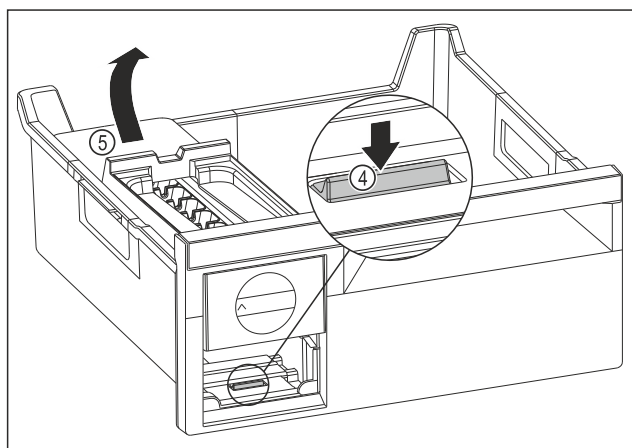

Fig. 197
- Vyjmutí korpusu EasyTwist-Ice: Lamelu Fig. 197 (4) zatlačte prstem směrem dolů a zároveň nadzvedněte druhou rukou korpus EasyTwist-Ice Fig. 197 (5) zezadu.